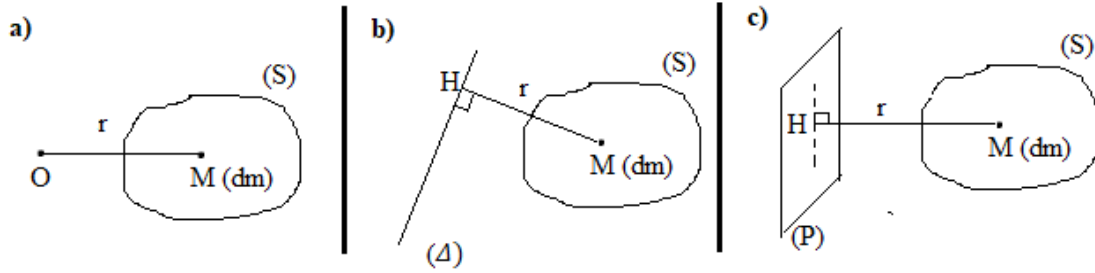

Figure III.14
r : représente la distance entre O et M,  $r = |\overrightarrow{OM}|$ , (Figure III.14.a).
r : représente la perpendiculaire depuis le point M sur l'axe ( $\Delta$ ),  $r = |\overrightarrow{HM}|$  (H : est la projection orthogonale de M sur ( $\Delta$ )), (Figure III.14.b).
r : représente la perpendiculaire depuis le point M sur le plan (P),  $r = |\overrightarrow{HM}|$  (H : est la projection orthogonale de M sur (P)), (Figure III.14.c).